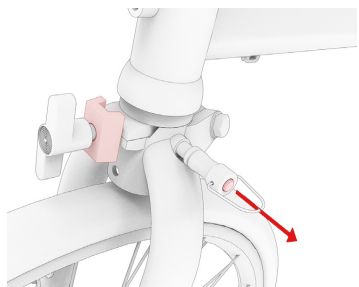
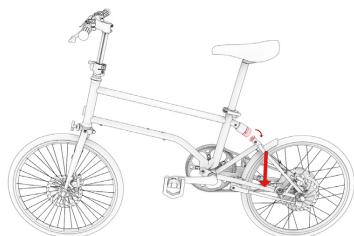

Fig. 2.2
Fig. 2.3
- ② Retirez l'attelle de sécurité de la fourche avant en appuyant sur le bouton de déclenchement (Fig. 2.2) et retirez l'attelle de sécurité complètement ou d'une manière qui n'interfère pas avec le pliage.
- ③ Placez les manivelles en position horizontale. Assurez-vous que le bras de manivelle gauche est dirigé vers l'avant.
- ④ Mettez-vous à côté de votre VELLO Bike sur le côté de l'entraînement, tenez le guidon et la selle et positionnez votre pied gauche sur l'axe de la roue arrière (Fig. 2.3).